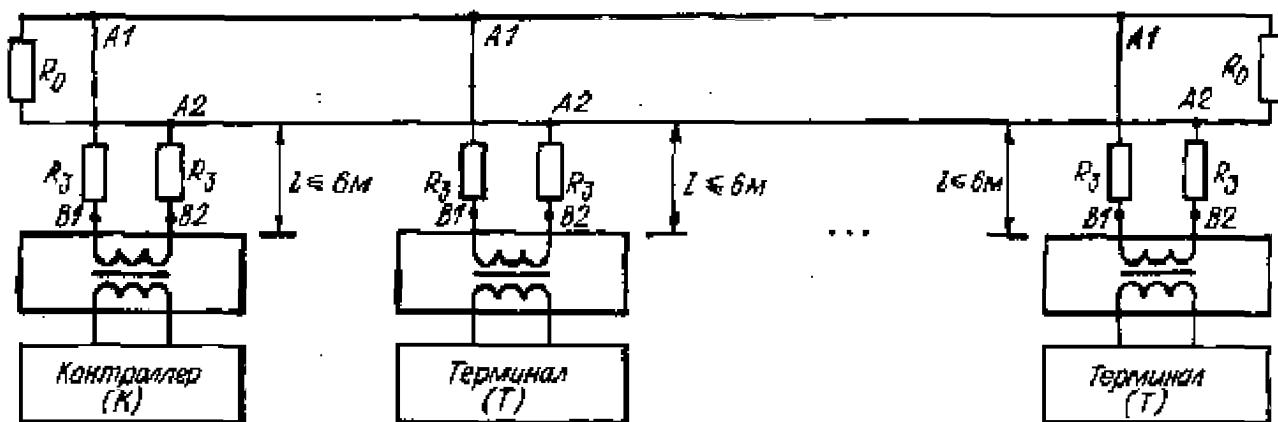

Рис.1
Для устранения этих проблем, повышения надежности обмена данными и защищенности оконечных устройств были разработаны мультиплексные каналы передачи данных с трансформаторной развязкой, распространенные в авиации, корабельных и спутниковых системах. Разработчикам бортовых электронных комплексов хорошо знаком MIL-STD-1553В (ГОСТ 26765.52-87, ГОСТ Р 52070-2003). В качестве передающей магистрали используется экранированная витая пара, к которой через согласующие импульсные трансформаторы подключены мастер-контроллер (К) и оконечные устройства – терминалы (T), см. рис.1.
Для подключения устройств с портами RS232-RS485-RS422-«токовая_петля» к двухпроводной мультиплексной линии через развязывающий трансформатор (по аналогии с рис.1) был разработан набор недорогих конверторов (адаптеров).